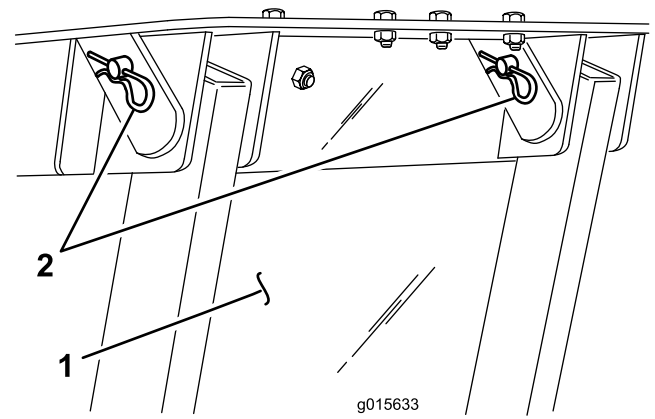

Figure 20
4. Fixez la trémie sur le cadre à l'aide de 2 goupilles soudées et goupilles fendues (Figure 20).
3. Glissez la trémie (couvercle à l'arrière) dans le cadre latéral en alignant les trous de montage de la trémie sur ceux du cadre (Figure 20).